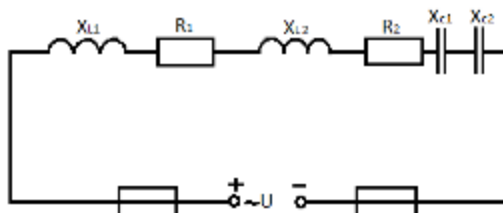

Рисунок 6
**Пример 4.** В неразветвленной цепи переменного тока с сопротивлениями (рисунок 6)  $R_1 = 2$  Ом,  $R_2 = 2$  Ом,  $X_{L1} = 4$  Ом,  $X_{L2} = 5$  Ом,  $X_{C1} = 4$  Ом,  $X_{C2} = 2$  Ом подведенное напряжение  $U = 220$  В.